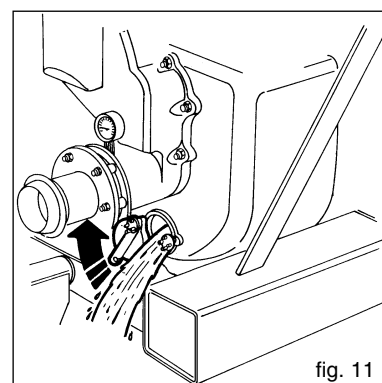

fig. 11
No dejar el cuerpo de la bomba lleno de líquido. Vaciarlo por la compuerta (fig.11). En los meses invernales el líquido podría congelarse y causar daños a la bomba. Cuando el líquido es peligroso, antes de vaciar el cuerpo de la bomba, tomar todas las precauciones para prevenir daños y accidentes. Periódicamente hacer girar el eje para evitar incrustaciones dentro de la bomba.
- Vaciar el cuerpo de la bomba del líquido bombeado por la compuerta de descarga (fig. 11).